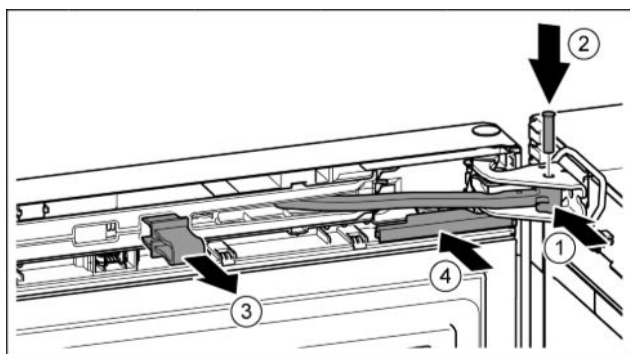

Fig. 24
- Tourner l'articulation dans le support de palier. Fig. 24 (1)
- Introduire le boulon dans le support de palier et l'articulation. Veiller à ce que l'ergot d'encliquetage repose correctement dans la rainure. Fig. 24 (2)
- Enlever l'arrêtoir. Fig. 24 (3)
- Enfiler le cache. Fig. 24 (4)